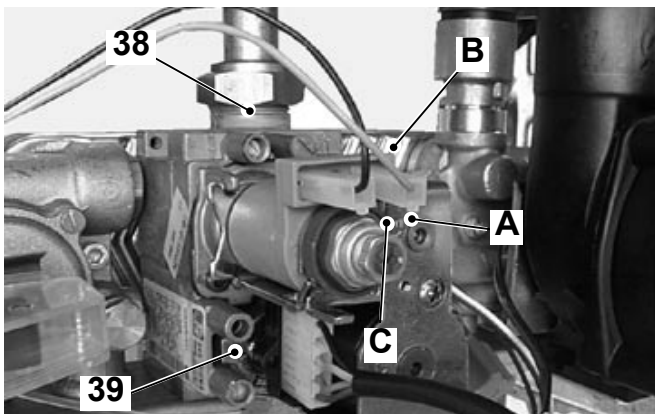

рисунок 7.1
- Ослабьте внутренние болты 38 (рисунок 7.1) на выходной контрольной точке газового клапана и подсоедините датчик давления, используя подходящий шланг.
- Отключите модулирующую газовую катушку, отсоединив электрический контакт В (рисунок 7.1).